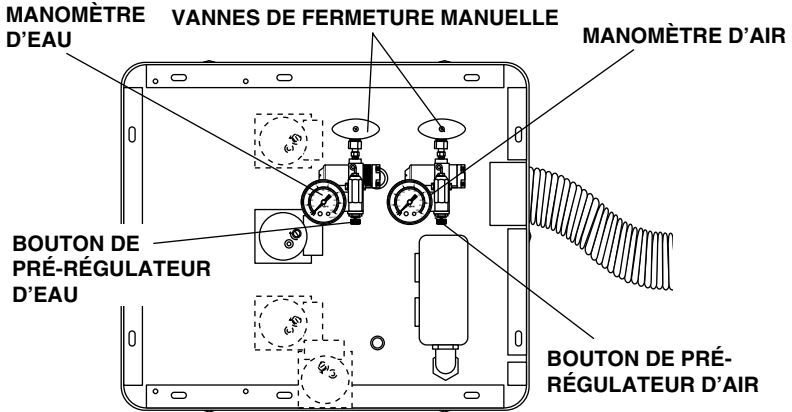

Figure 7. Grand boîtier au sol Cascade
1. S'assurer que les robinets d'arrêt sont complètement ouverts (dans le sens contraire des aiguilles d'une montre). Allumer l'appareil et vérifier les manomètres dans le boîtier au sol (voir les figures 7 et 8). La pression d'air doit être de 482-551 kPa (70-80 psi), alors que la pression d'eau doit être de 241-276 kPa (35-40 psi).
Pour vérifier qu'un filtre à air est bouché, basculer l'interrupteur principal en position ON (ouverte) et retirer le couvercle du boîtier au sol. Tout en observant le manomètre d'air dans le boîtier au sol, (voir les figures 7 et 8), appuyer sur le bouton d'air, sur la seringue. Si la pression d'air indiquée par le manomètre chute de plus de 103 kPa (15 psi), le filtre est bouché et doit être remplacé.